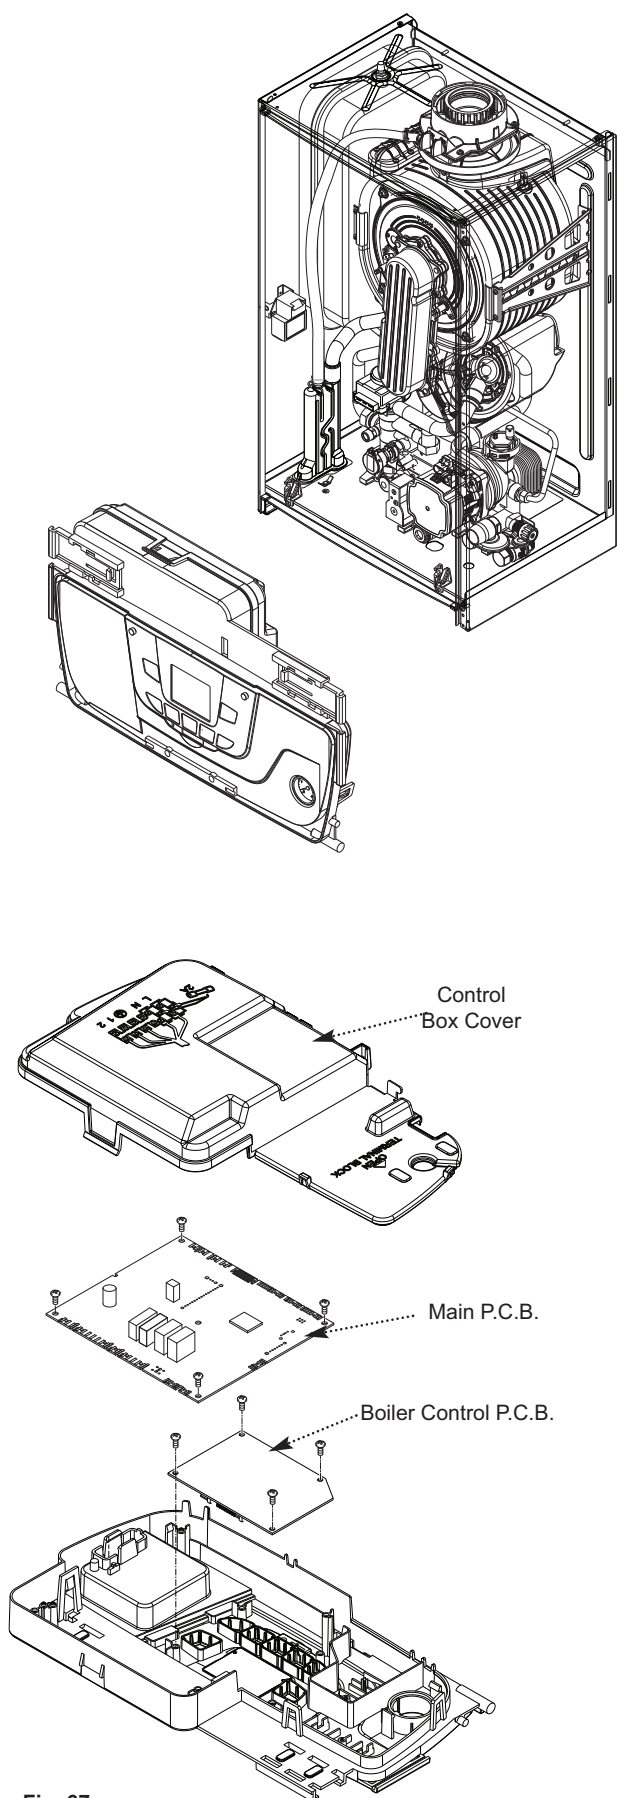

Fig. 67
10.3.21 Main P.C.B. (Fig. 67)
10.3.22 Boiler Control P.C.B. (Fig. 67)